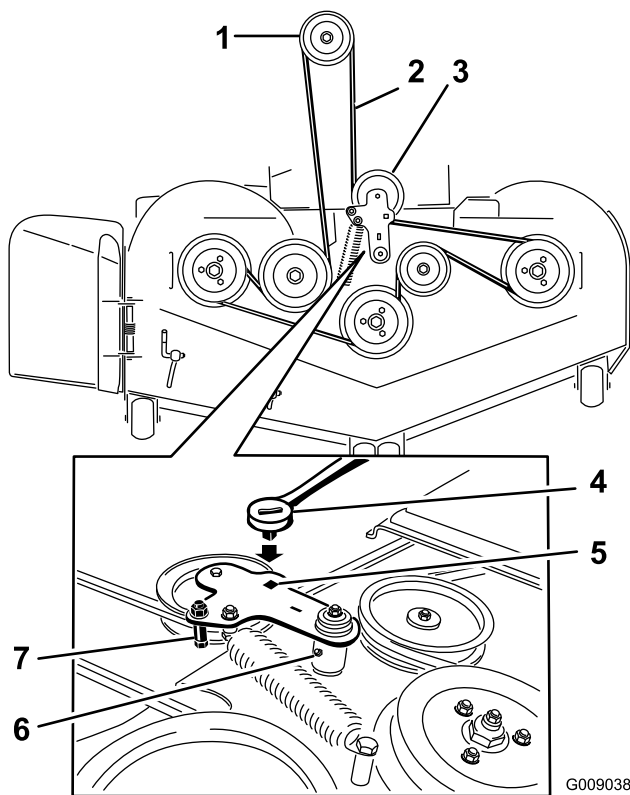

Figura 104
- Sollevate la bacinella e inserite il cricchetto nel foro quadrato del tendicinghia del piatto di taglio (Figura 104).
- Ruotate il tendicinghia del piatto di carico in senso orario e togliete la cinghia del tosaerba (Figura 104).